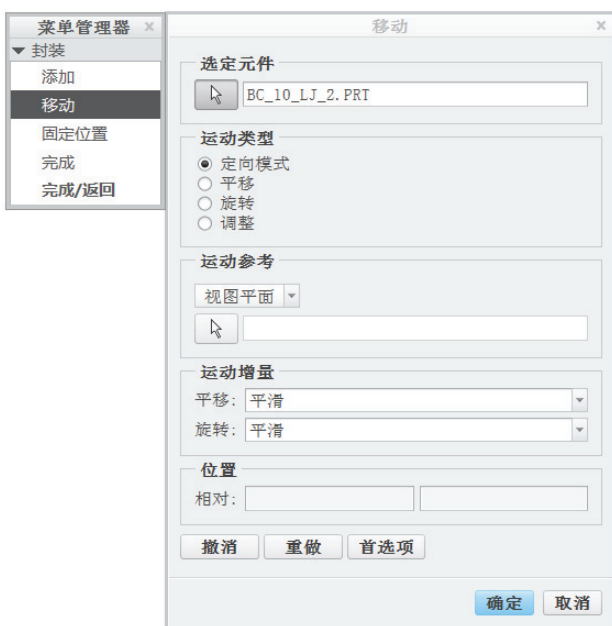

图 10-42 弹出“移动”对话框
3) 选择所需选项并选择元件。系统弹出“移动”对话框，如图 10-42 所示。